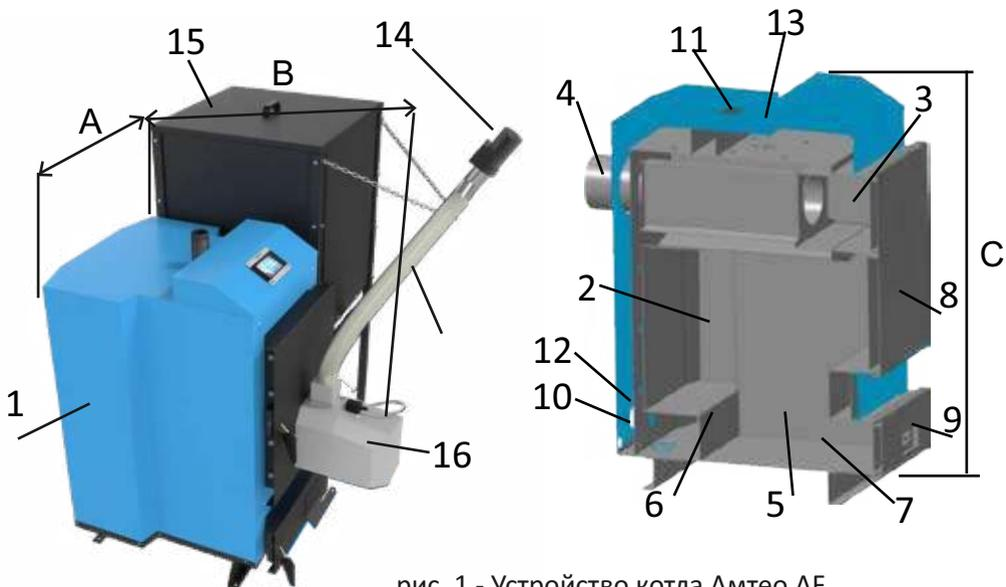

рис. 1 - Устройство котла Амтео AF
4.1 Котёл (рис. 1) состоит из: корпуса (1), топки (2), газохода (3), дымохода (4). В нижней части топки устанавливаются колосники (опция, уточняйте в отделе сбыта) (5) на опоры (6) (опция), зольник (7). К передней стенке корпуса котла на осях присоединяются загрузочная дверца (она же служит для обслуживания газохода) (8), дверца для обслуживания (9), патрубков обратного трубопровода (10), патрубков подающего трубопровода (11), патрубков для слива воды с котла (12), патрубков установки термодатчика (13), шнек подачи пеллет из бункера (14), бункер для пеллет (15) пеллетная горелка VENMA в сборе (16), гофра подачи пеллет (17)